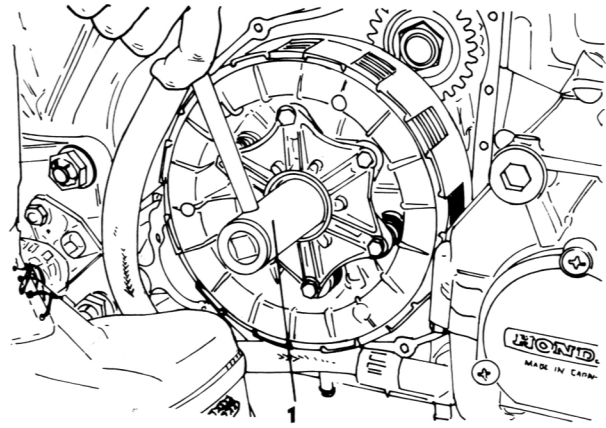

Bild 60
- Den Sicherungsmutter-Steckschlüssel ansetzen, Sicherungsmutter und Zwischenlagscheibe entfernen (Bild 60).